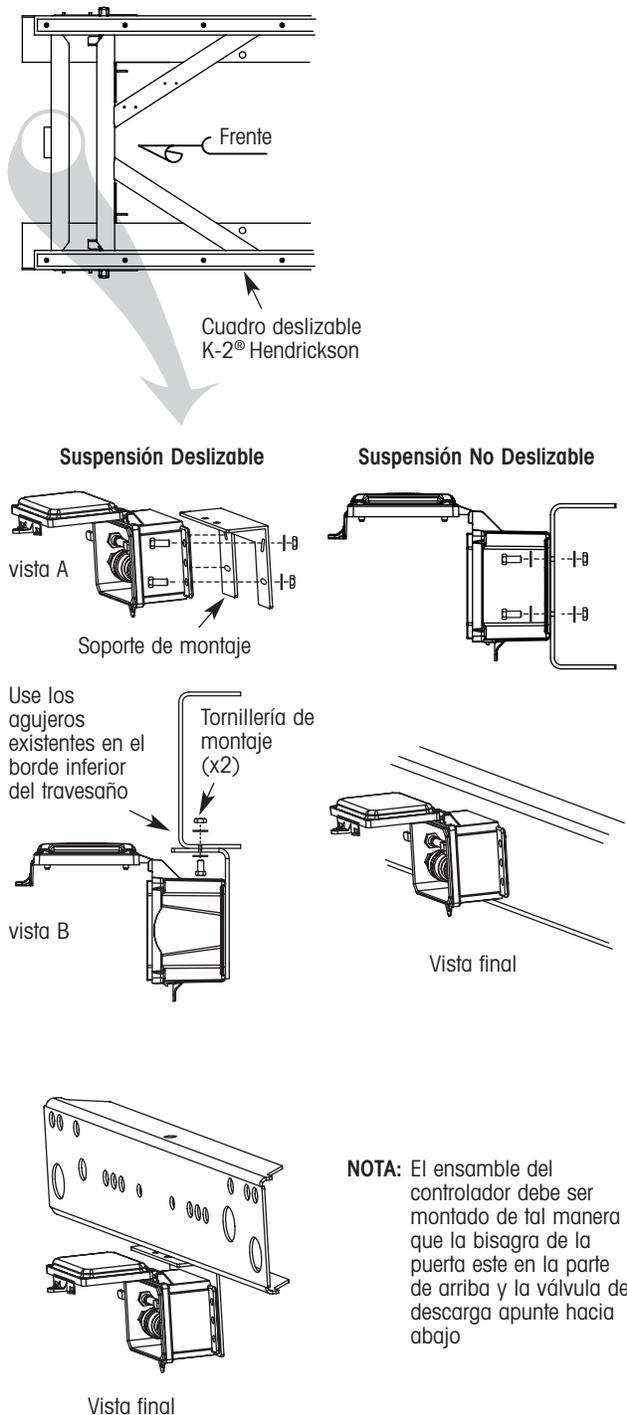

Figura 19. Instalación del ensamblaje del controlador
Hendrickson recomienda el travesaño delantero como la ubicación de montaje del ensamblaje del controlador (figura 19). El soporte de montaje está incluido de tal manera que el ensamblaje del controlador puede ser montado sin barrenar agujeros en el travesaño. En suspensiones deslizables, el soporte y ensamblaje del controlador deben estar montados debajo del travesaño como se muestra en la figura 19 para evitar interferencia con la barra de tope del deslizable. En suspensiones no deslizables, el controlador puede ser montado debajo del travesaño como se muestra en la figura 19 o a la superficie vertical del travesaño si se desea.
1. Sujete cada esquina del ensamblaje del controlador al soporte con cuatro tornillos de $\frac{5}{16}$ pulgadas, arandelas y tuercas como se muestra en la figura 19, vista A. Oriente la caja de tal manera que la bisagra de la puerta este en la parte de arriba y la válvula de descarga apunte hacia abajo.
2. Sujete el controlador y el soporte de montaje a los agujeros existentes en la superficie inferior del travesaño como se muestra en la figura 19, vista B.
⚠ ADVERTENCIA: El no orientar el controlador y soporte de montaje como se describe arriba y se muestra en la figura 19 puede resultar en una interferencia en la barra de tope del deslizable y daño en el ensamblaje del controlador.
Utilice el método de montaje del ensamblaje del deslizable descrito arriba, o sujete cada esquina del ensamblaje del controlador directamente a la superficie vertical del travesaño con los cuatro tornillos de $\frac{5}{16}$ pulgadas, arandelas y tuercas (figura 19). Oriente la caja de tal manera que la bisagra de la puerta este en la parte de arriba y la válvula de descarga apunte hacia abajo (figura 19).
⚠ PRECAUCIÓN: El ensamblaje del controlador debe estar montado de tal manera que la bisagra de la puerta este en la parte de arriba y la válvula de descarga apunte hacia abajo (figura 19).